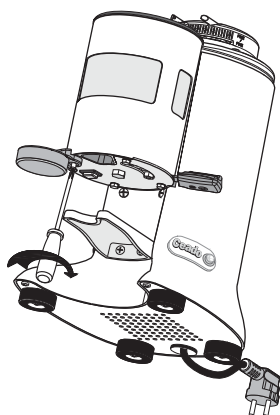

Fig. 11
- 3** Visser et bien serrer la vis de fixation (Fig. 11).